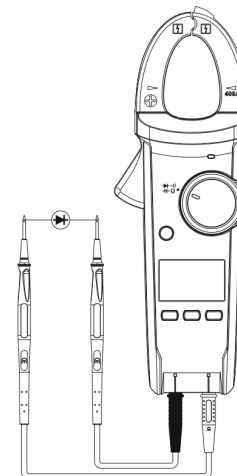

Рисунок 8
7. Измерение диода (рисунок 8)